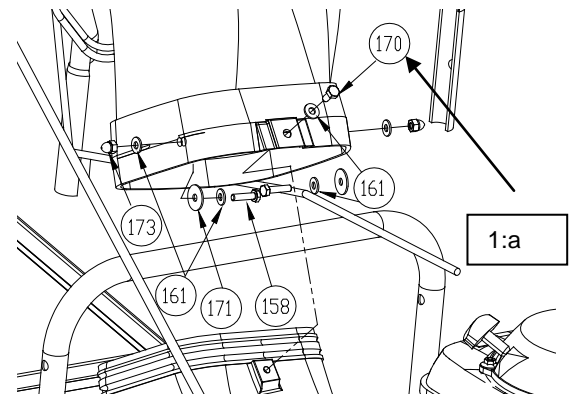

Fig. 2
2. Installera (artikel 170) den mellersta skruven först med en mutter på huset. (Se Fig. 2)
3. Fäst resten av kåpan i huset med motsvarande delar. *OBS:* Du måste sätta på skruven/brickan från inuti kåpan. (Se Fig. 2)